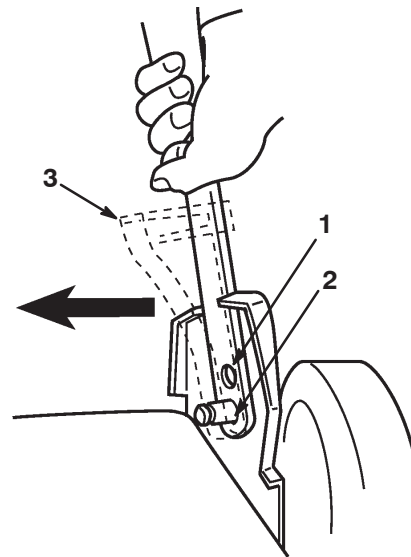

Figure 57
Le guidon possède deux réglages de hauteur – haute et basse (Fig. 57). Choisir la position qui vous est la plus confortable.
1. Glisser l'ancrage de câble (Fig. 57) sur le guidon de manière à aligner le trou et l'engager sur la goupille à l'intérieur du support de guidon.